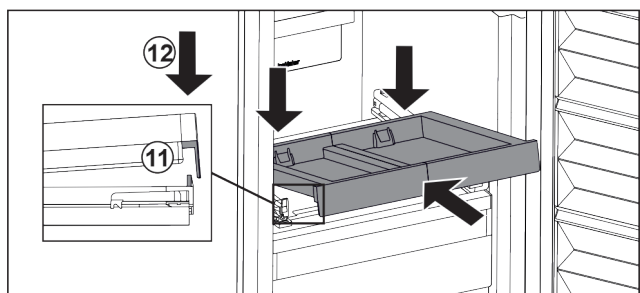

Fig. 103
- ▶ Вставити навкосою. Звертайте увагу, щоб з обох боків упор був за накладкою. Fig. 103 (11)
- ▶ Витяжну панель опустити спереду. Fig. 103 (12)